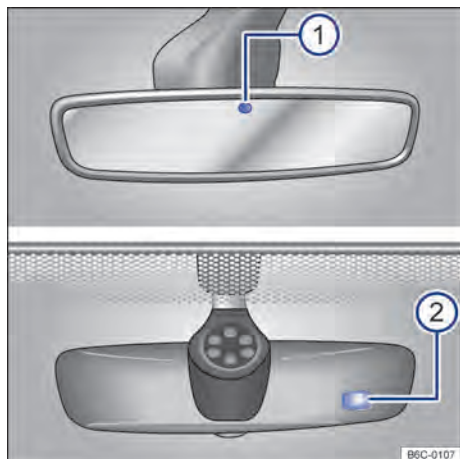

Fig. 77 En el parabrisas: espejo retrovisor interior antideslumbrante automático.
Con la ignición conectada, los sensores miden la incidencia de la luz por atrás → fig. 77 ① y por adelante ②.